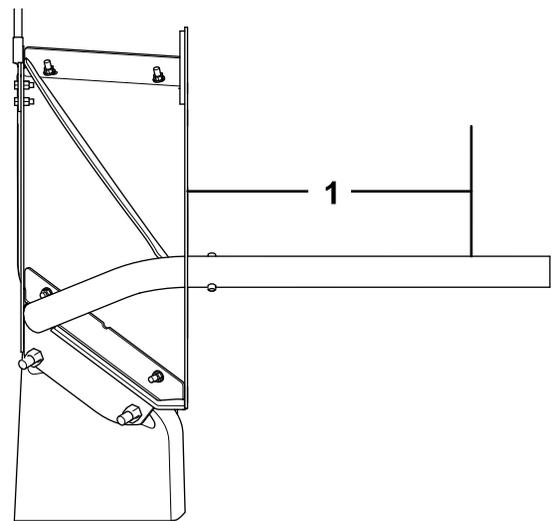

Bild 8
12. Wenn Sie einen Pflug mit der Seriennummer BC114675 oder neuer besitzen, kürzen Sie das Rohr des Pflugschildes auf die unten aufgeführten Maße (**Bild 8**).